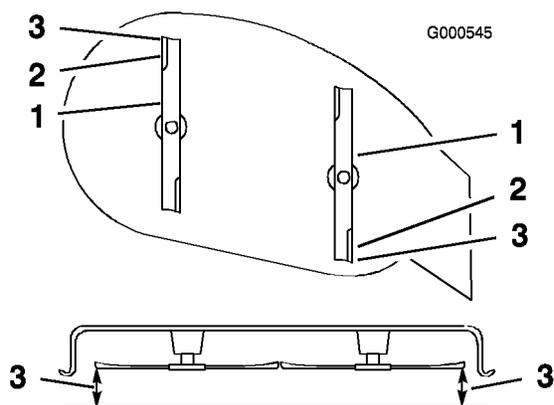

Figura 45
- Impostate l'altezza di taglio alla posizione **D** (76 mm), e fate girare con cautela le lame in modo che siano disposte longitudinalmente (Figura 45).
- Misurate il valore dalla punta della lama anteriore e dalla punta della lama posteriore alla superficie piana (Figura 45). Se la punta